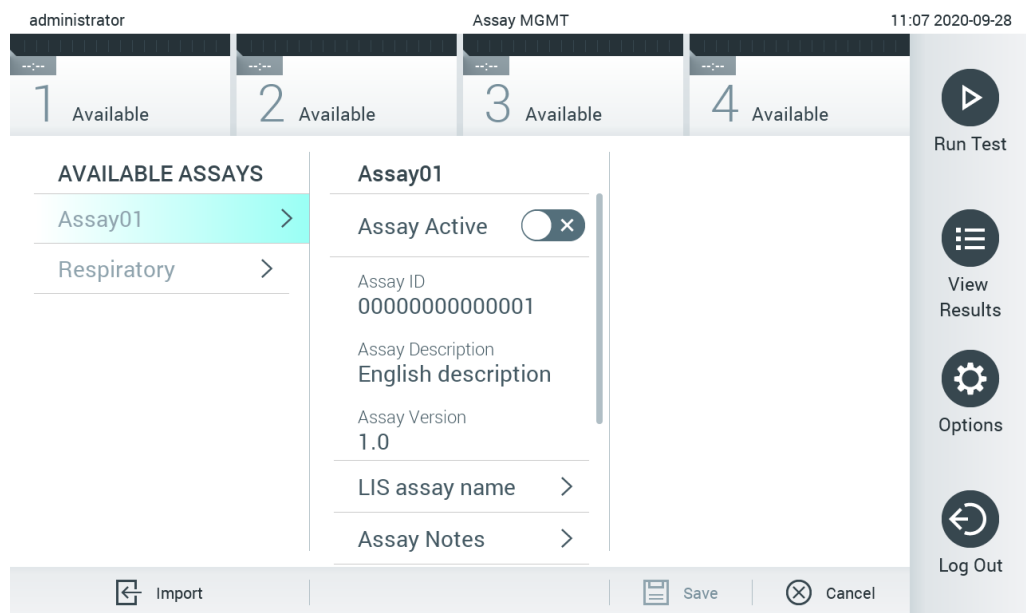

Figura 60. Tela Assay Management (Gerenciamento de ensaios).
2. Para importar o(s) novo(s) ensaio(s) para o QIAstat-Dx Analyzer 1.0, pressione o botão Options (Opções) e, em seguida, o botão Assay Management (Gerenciamento de ensaios). A tela Assay Management (Gerenciamento de ensaios) é exibida na área de conteúdo da tela (Figura 60).